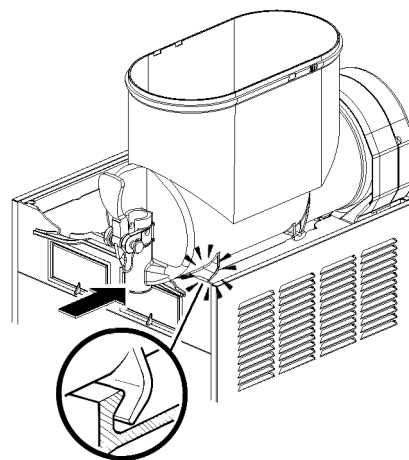

figura 17
- 7 Montare il contenitore e spingerlo verso la parete posteriore, accertandosi che calzi completamente sulla guarnizione e che contemporaneamente i suoi agganci inferiori siano impegnati negli appositi risalti del piano gocciolatoio (vedere figura 17).